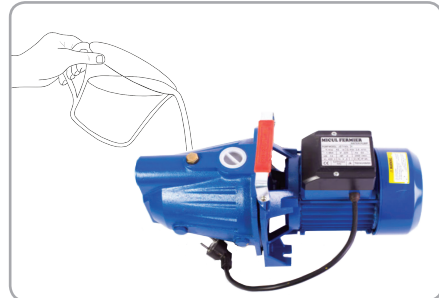

Fig.11
- Se toarnă apă curată în pompă și în conducta de aspirație până când se umple pompa și curge apă din ea (Fig.11).